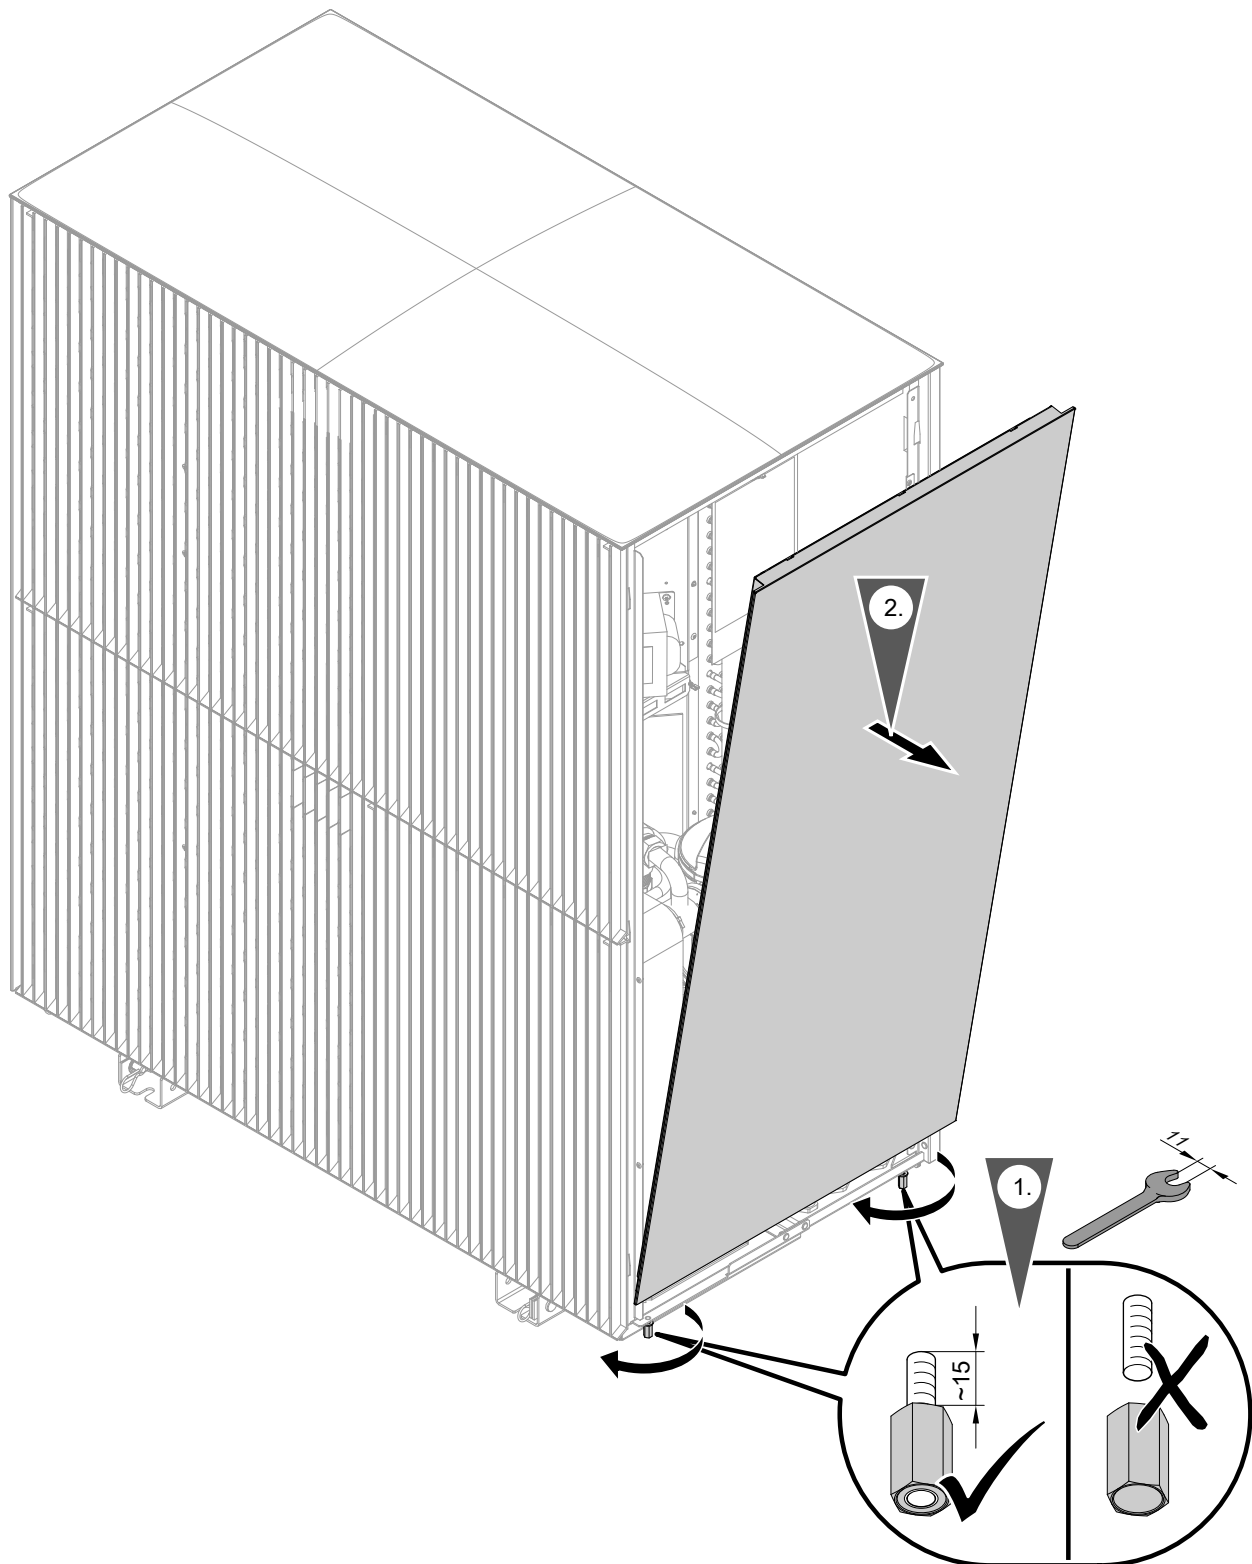

Abb. 98
1. Seitenverkleidung rechts abbauen: Siehe Abb. 98.
6. Seitenverkleidung rechts abbauen: Siehe Abb. 98.